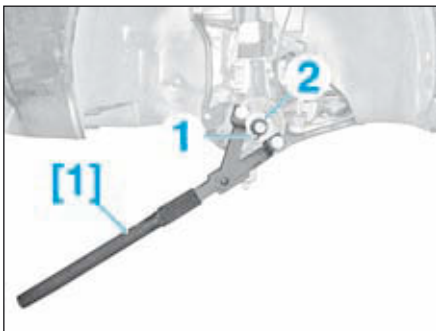

FIG.16
- Remplacer systématiquement les écrous (5), (7) et les vis (9).
- Déposer (Fig.16) :
- l'épingle (1),
- la cage (2).